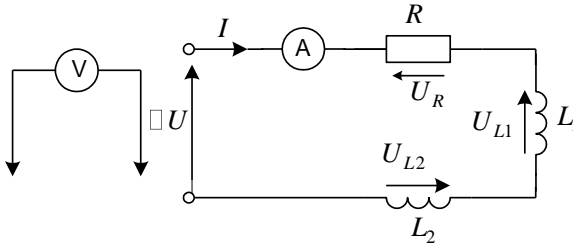

Рис. 42
4. За схемою на рис. 42 послідовно до котушки L_1 під'єднати котушку L_2 і провести ті ж самі вимірювання, що і в п. 3. Результати вимірювань записати у звітну таблицю 2.